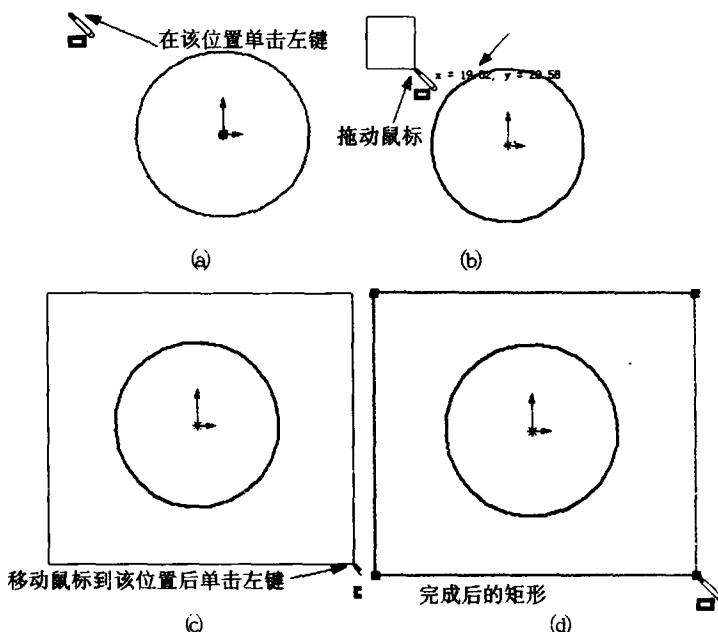

图1.11
- (4) 现在需要画一个矩形。单击草图绘制工具栏里的“矩形”，光标变为。在圆的左上角单击左键确定矩形的第一个点，松开鼠标，如图1.11(a)所示。移动鼠标到圆的右下角，再单击鼠标左键(如图1.11(b)、图1.11(c)所示)，绘制完成一个矩形(如图1.11(d)所示)。